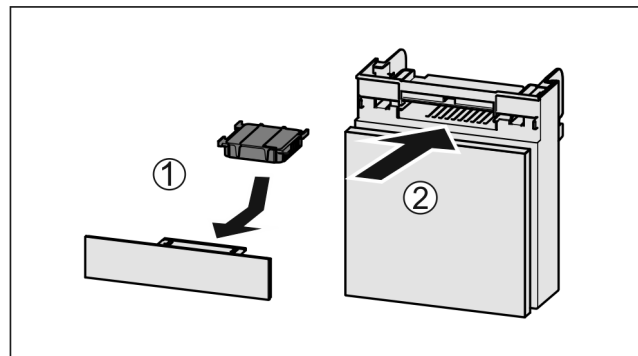

Fig. 64
- Actiefkoolfilter overeenkomstig afbeelding aanbrengen Fig. 64 (1).
- Lade erin schuiven Fig. 64 (2).